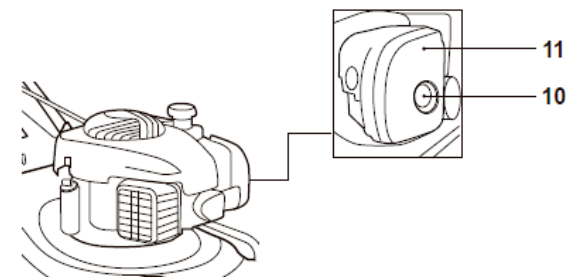

Fig. 17
L'amorceur (10) se trouve dans le boîtier de filtre à air (11). Utiliser l'amorceur (10) pour démarrer le produit lorsque le moteur est froid (Fig. 17)